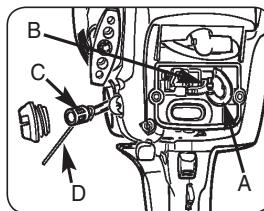

Fig. 15
2. Déconnectez le tuyau de carburant (A) du raccord du carburateur.
3. Sortez le filtre à carburant (C) du réservoir avec un fil de fer à crochet (D) ou avec une pince à bec effilé. Démontez le filtre et jetez-le.
5. Reconnectez le tuyau de carburant (A) au raccord du carburateur (B). Replacez le filtre à air et le couvercle (Fig. 15).